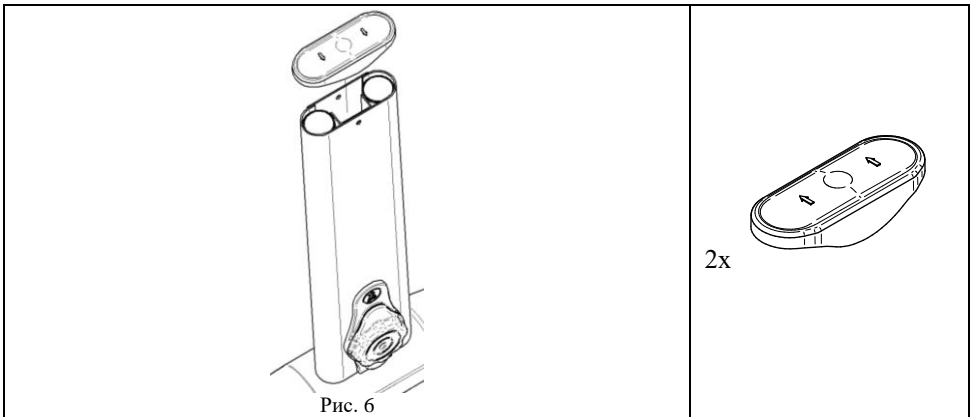

Рис. 6
5.2.2 На кожух левой и правой стойки (поз. 1и2, упаковочное место 2) сверху, до упора надеть крышку кожуха (поз. 1, пакет №7а), см. рис. 6.